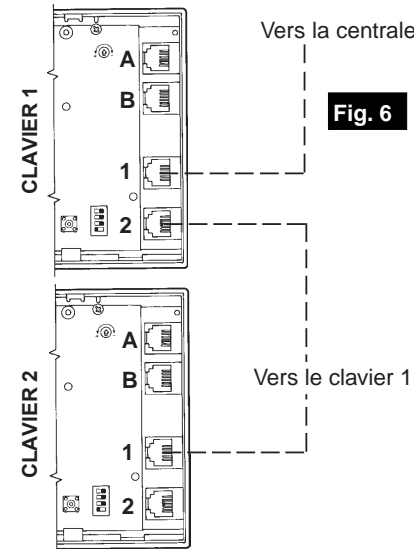

Fig. 6
- Couper et préparer les câbles avec la pince à sertir (voir détail A fig. 6).
- Placer un connecteur RJ12 dans la pince, placer le câble et sertir (voir détail B fig. 6)